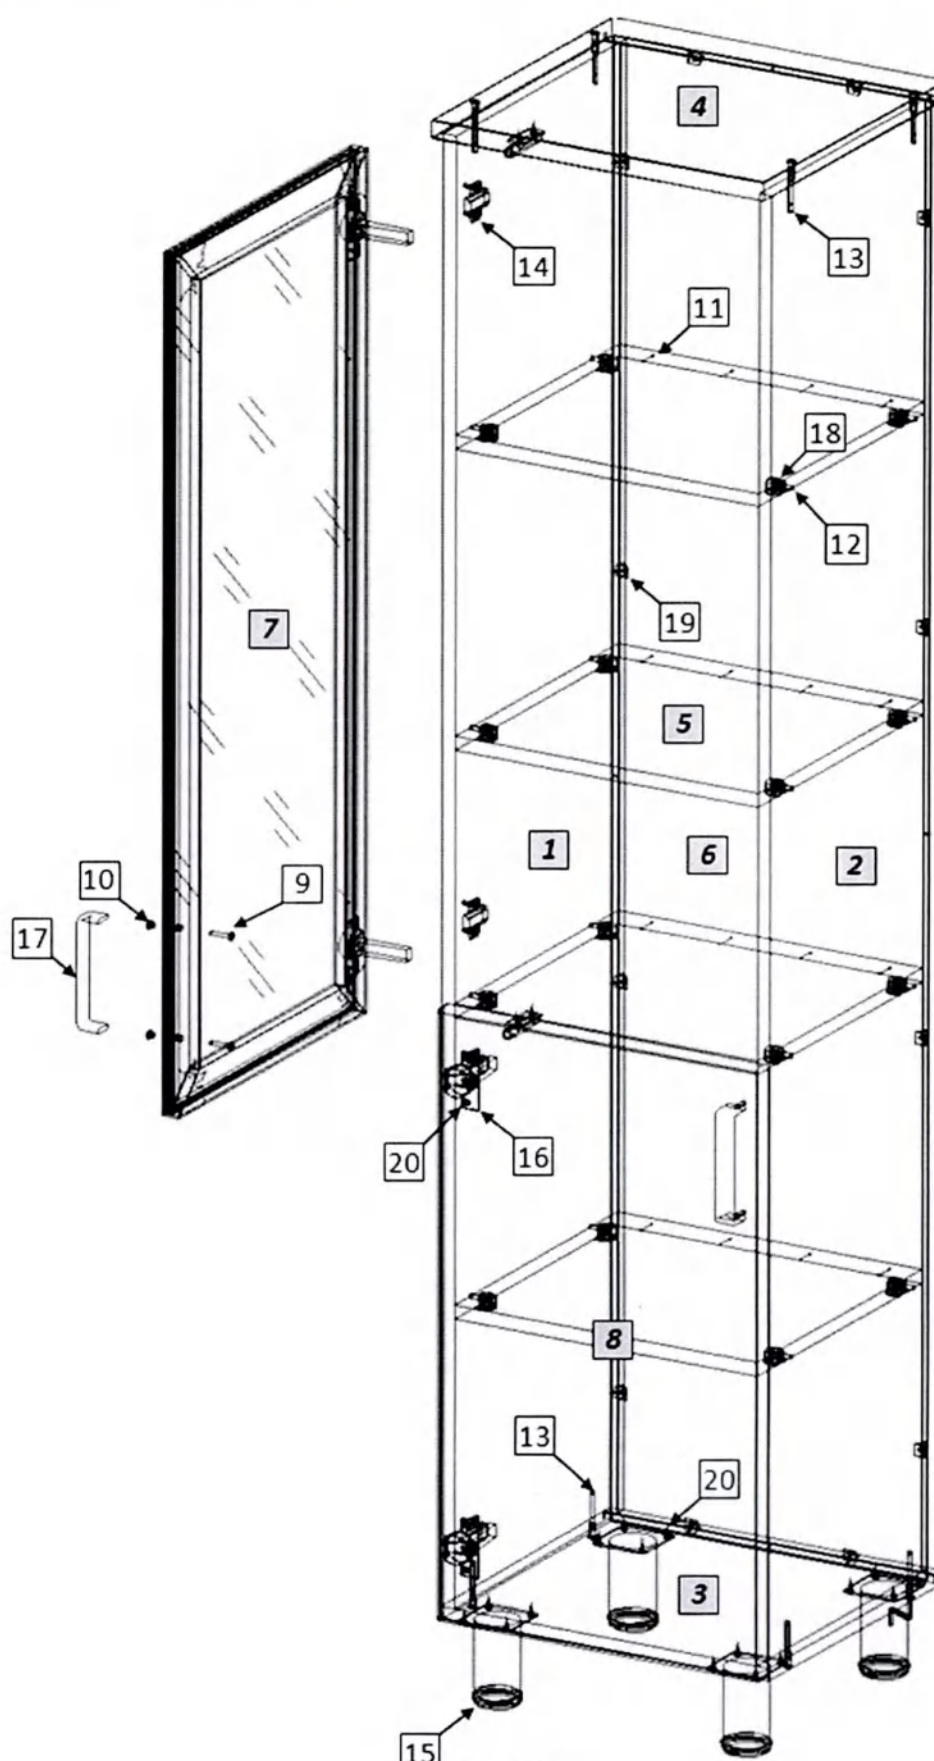

Рис. 1
1. Внимательно ознакомьтесь со схемой сборки, изображённой на рис. 1, сверяясь со спецификацией на изделие. Согласно схеме и спецификации определите расположение деталей в изделии и порядок их сборки. Сборка производится на ровном полу, укрытом материалом, предотвращающим повреждение покрытия пола и деталей мебели. Подготовьте необходимые для сборки инструменты – плоскую и крестовую отвёртки, молоток, рулетку или линейку.
2. На боковых стенках (1,2) установите ввинчиваемые дюбели эксцентриковых стяжек (15). На боковых стенках (1,2,8,9) установите монтажные планки петель (17). На горизонтальных стенках (5) установите эксцентриковые стяжки (21). Евровинтами (16) соедините боковые стенки шкафа (1,2) с горизонтальной нижней стенкой (3) и крышкой (4), боковые стенки антресоли (8,9) с горизонтальной нижней стенкой (10) и крышкой (11), предварительно установив в пазы задние стенки (6,12). Закрепите задние стенки в пазах уголками (22). Установите и закрепите горизонтальные стенки (5), гвоздями (14) зафиксируйте к ним задние стенки. На горизонтальной нижней стенке (3) шурупами (23) закрепите опоры (18).
3. На дверях (7,13) шурупами 4×16 (23) закрепите петли (19); установите ручки (20). Закрепите двери к боковым стенкам. При необходимости отрегулируйте положение дверей винтами петель. На видимые головки евровинтов установите заглушки (24).